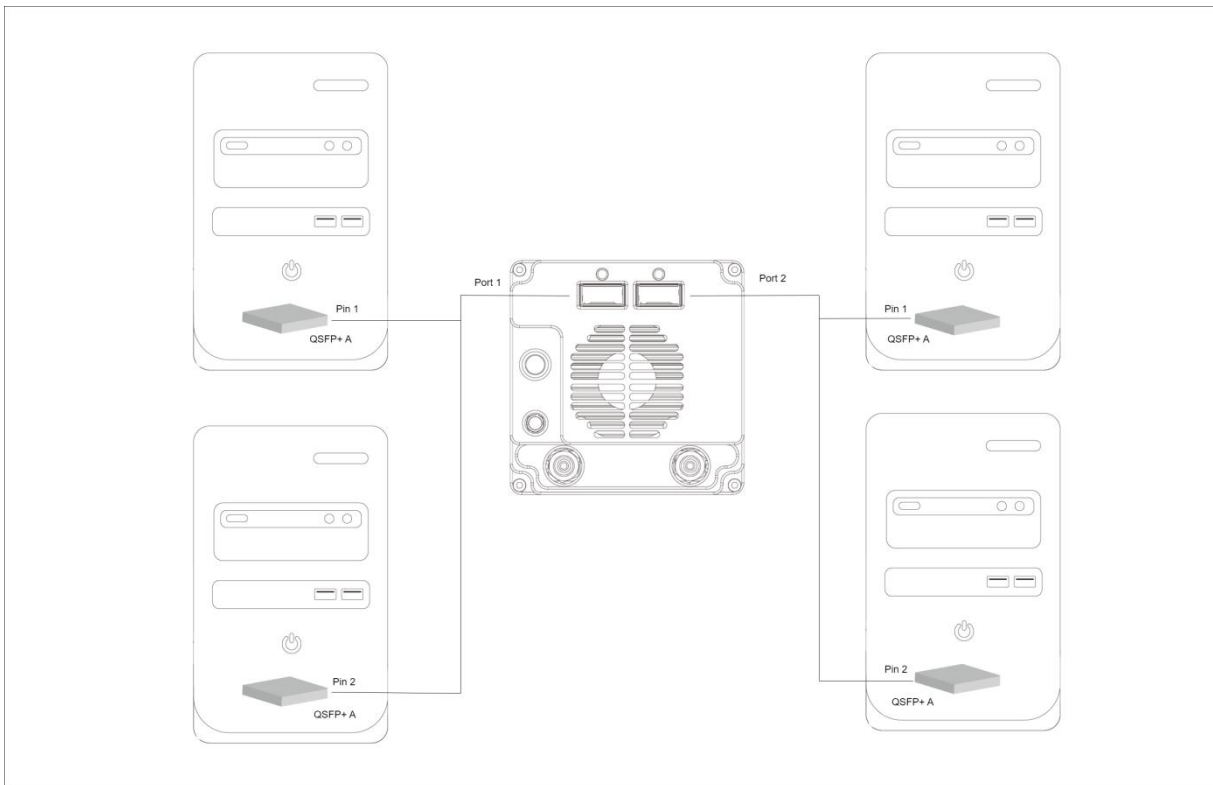

图 3-5 四通道连接示意图
- 1) 将 LC 跳线插入的 SFP+ 光模块，如图 3-5 所示，接口有防呆设计，注意插入的方向，插入后听到“咔”的一声，表示接头完全插入；